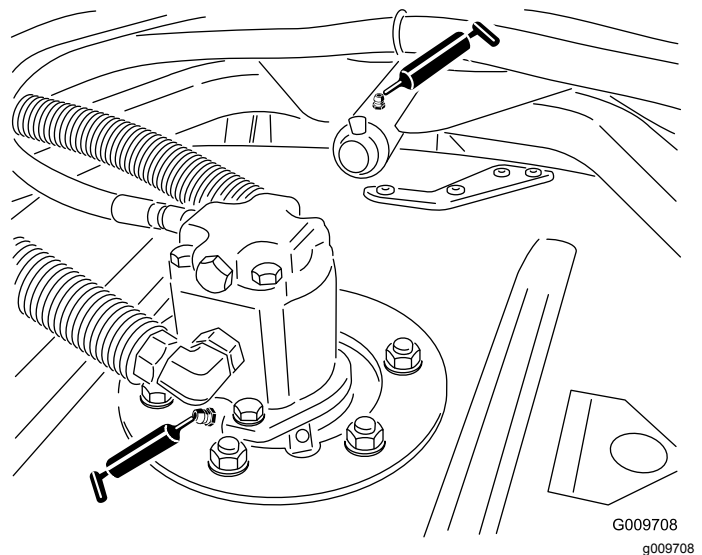

Figure 47
- Roulements d'axes de pivots de plateau de coupe (1 par plateau de coupe) (Figure 47)
- Bagues de bras de bâti porteur de plateau de coupe (1 par plateau) (Figure 47)